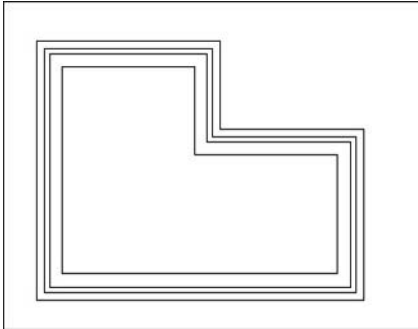

Fig.4.23
- [6] Spécifier le dernier point, puis entrer « c » pour fermer la multiligne ou appuyer sur Entrée pour terminer l'opération (fig.4.23).